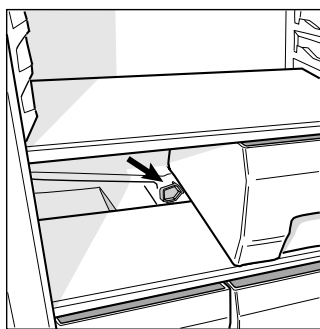

Fig. 3
Este aparato posee descongelación automática, el agua se conduce hacia la parte posterior a través de la descarga correspondiente (fig. 3) donde el calor producido por el compresor la hace evaporar. La única intervención que se debe hacer periódicamente consiste en limpiar el orificio de desagüe que se encuentra detrás de los recipientes para verdura, para que el agua pase regularmente.
- el orificio de descarga del agua de descongelación está tapado (ver fig. 3).